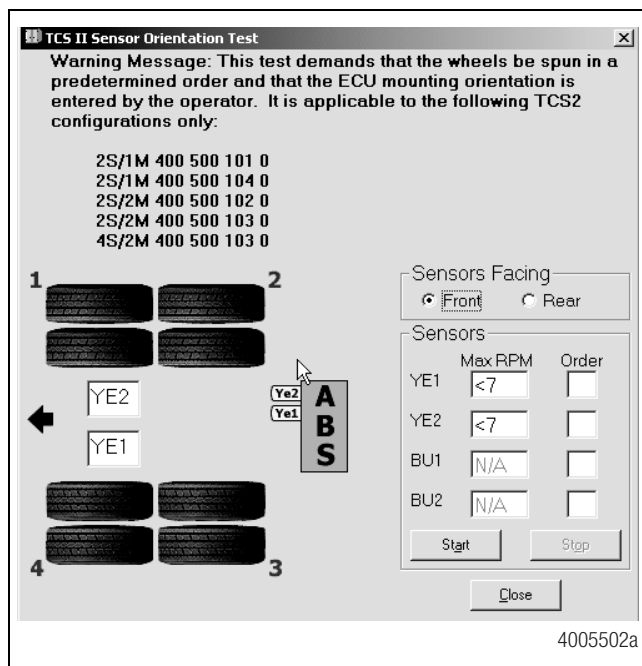
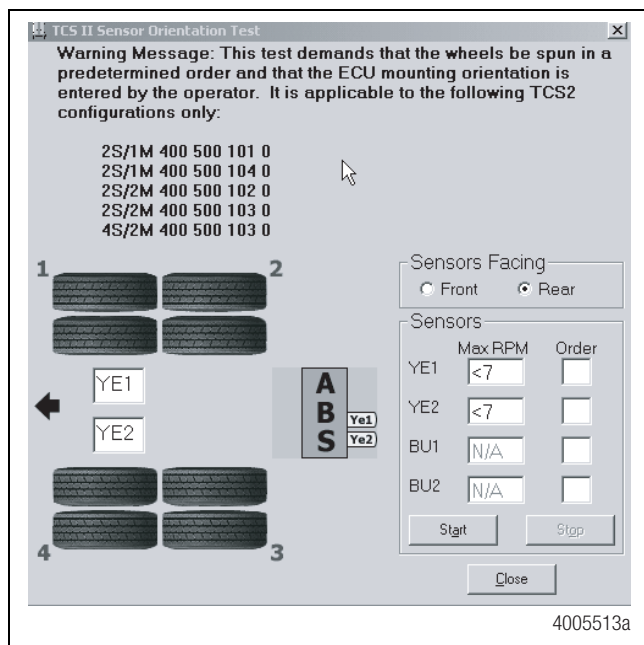

Figura 15
Figura 16
4. En el **Menú Principal del Remolque**, haga clic en **Prueba de componentes**, después seleccione **Prueba de orientación de sensores** para visualizar la pantalla de **Prueba de orientación de sensores**. Figura 15.
Observe la Figura 15 y la Figura 16 para ver las ilustraciones de la ECU montada con sensores orientados hacia el frente y atrás. La orientación correcta de montaje se debe seleccionar antes de comenzar la prueba.
- Siga las indicaciones en pantalla, empezando con el 1, para girar cada extremo de rueda con sensores a un régimen de 1/2 revolución por segundo. Este régimen equivale a una velocidad de la rueda de aproximadamente 4 mph (7 kph). Al girar cada rueda con sensor, fíjese en el color del cuadro de identificación del sensor para ver los resultados. Los cuadros de identificación de los sensores están ubicados en la porción inferior izquierda de la pantalla de **Prueba de Orientación de Sensores**. Figura 16.
- Asegúrese que hayan salidas de los sensores. Si no hay salida de los sensores, verifique que esté colocado el anillo de tono y que el sensor esté contra el mismo. Haga las reparaciones necesarias y repita la prueba. Si el problema persiste, póngase en contacto con Meritor WABCO (001-800-889-1834). Las salidas de los sensores aparecen en el campo de los sensores ubicado en la porción inferior derecha de la pantalla de **Prueba de Orientación de Sensores**. Figura 16.